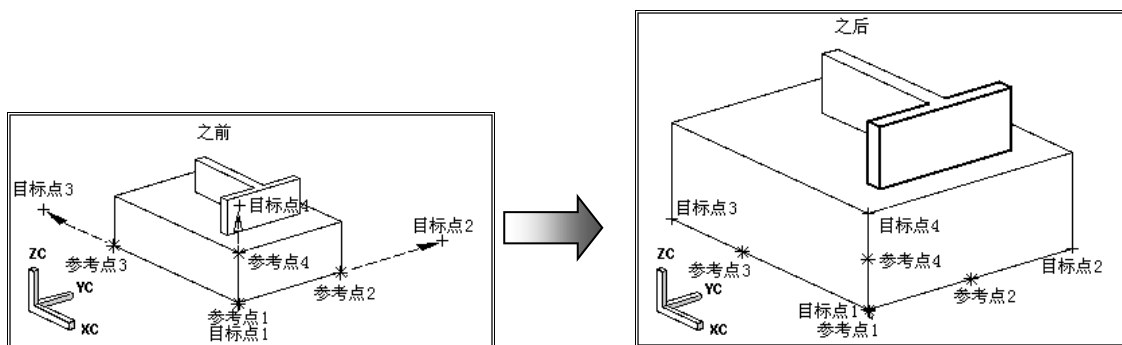

图 2-57 “4 点拟合”示意图
- 4-点拟合：通过 4 个参考点和 4 个目标点来缩放和重定位对象，如图 2-57 所示。